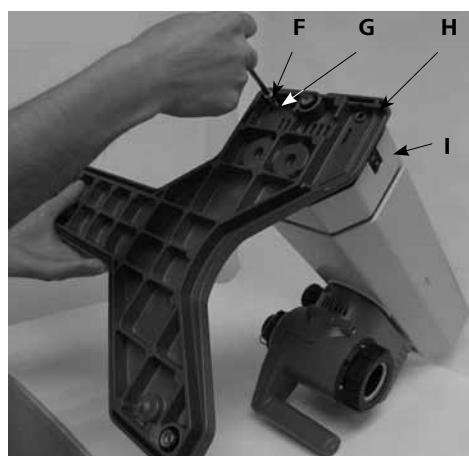

Fig. 7
1.) Monter la base de la levée. (Fig.7)
- Utilisez les vis cylindriques M6x25 (**F**) (4x) et la rondelle striée M6 (**G**) (4x) pour monter le socle (**H**) avec le dispositif de levage (**I**) une fois l'ensemble déballé. (Fig. 7)